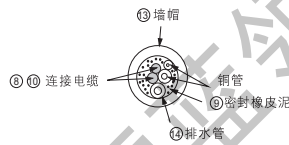
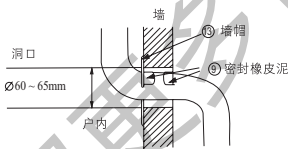

图 31
图30
- 用附件⑯墙帽及附件⑰密封橡皮泥来整理墙上的洞,如图30、图31。